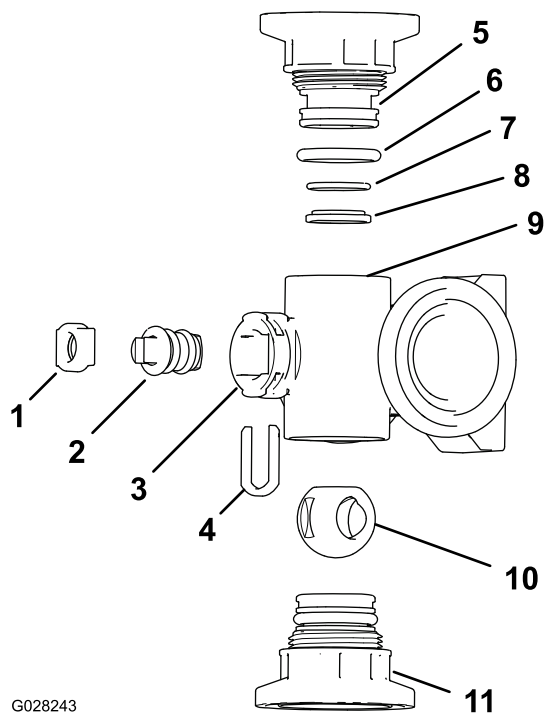

図 123
2. マニホルドのボディ両端部にあるエンドキャップフィッティングアセンブリ2個を取り外す 図 123 と 図 124。
4. マニホールド内部のステムポートのスロットからステムリテーナを取り外す 図 123 と 図 124。
5. マニホールドからステムリテーナとバルブシートを取り外す 図 123 と 図 124。
6. マニホールドボディの中に手を入れてバルブシステムアセンブリを取り出す 図 123 と 図 124。
1. 出口フィッティングの Oリング個別ブームバルブマニホールドのみ、エンドキャップの Oリング、バックシートの Oリング、ボールシートそれぞれに傷や過度の摩耗がないか点検する 図 123 と 図 124。
2. バルブのステムにシリコングリスを塗り、ステムをバルブシステムシートに取り付ける 図 123 と 図 124。
3. バルブシステムとシートをマニホールドに取り付けてステムリテーナで固定する 図 123 と 図 124。
4. バックシートの Oリングとボールシートが相互に整列しており、エンドキャップのフィッティングに適切に収まっていることを確認する 図 123 と 図 124。
5. エンドキャップフィッティングアセンブリをマニホールドボディに取り付け、エンドキャップフィッティングのフランジがマニホールドのボディに接触したら 図 123 と 図 124、その位置からさらにバルブを 1/8-1/4 回転締め付ける。